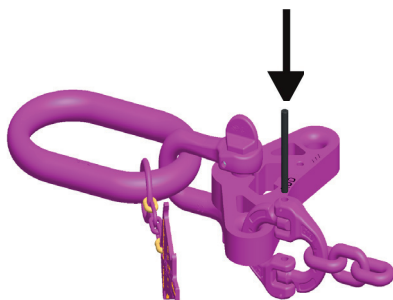

Abb. 14: Montage des Verbindungsbolzens
5. Fügen Sie die Bolzen in die Augenbohrungen ein (Abb. 14). Die beiden Bügelhälften sind jetzt lose miteinander verbunden.